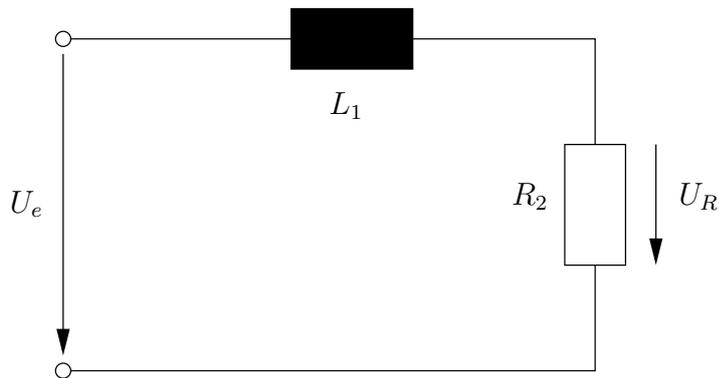

Abbildung 16: RL-Schaltung
- b) Leiten Sie eine Differentialgleichung der Form (7) für das in Abbildung 16 auf Seite 20 gezeigte Netzwerk mit  $L_1 = 66mH$  und  $R_2 = 200\Omega$  ab und berechnen Sie die Zeitkonstante. Tragen Sie Ihre errechneten Werte in die Tabelle ein.
- Bauen Sie die in Abbildung 16 gezeigte Schaltung mit  $L_1 = 66\text{mH}$  und  $R_2 = 200\Omega$  auf.